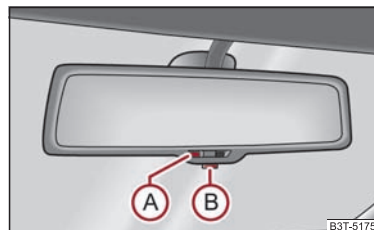

Fig. 66 Espejo retrovisor interior con dispositivo antideslumbrante automático
- Pulse la tecla **(B)** ⇒ página 79, fig. 66 - el testigo **(A)** se encenderá.